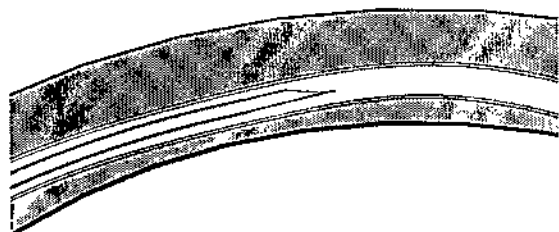

Figura 1. Orientación de la punta del microcatéter en la vaina
- Cuando utilice el sistema de catéter de reintroducción OffRoad en un acceso del lado contrario, use siempre una vaina guía larga a través del arco ilíaco. Para facilitar el avance de la lanceta del microcatéter por el arco ilíaco, insértela con la parte afilada de la punta de la lanceta distal orientada hacia el interior de la curva (consulte la Figura 1). Si encuentra resistencia al dirigir la lanceta del microcatéter a través del catéter balón de posicionamiento, retraiga y gire ligeramente la lanceta del microcatéter antes de seguir avanzándola con cuidado. Si se hace avanzar la lanceta del microcatéter contra resistencia, puede dañarse el catéter balón de posicionamiento.